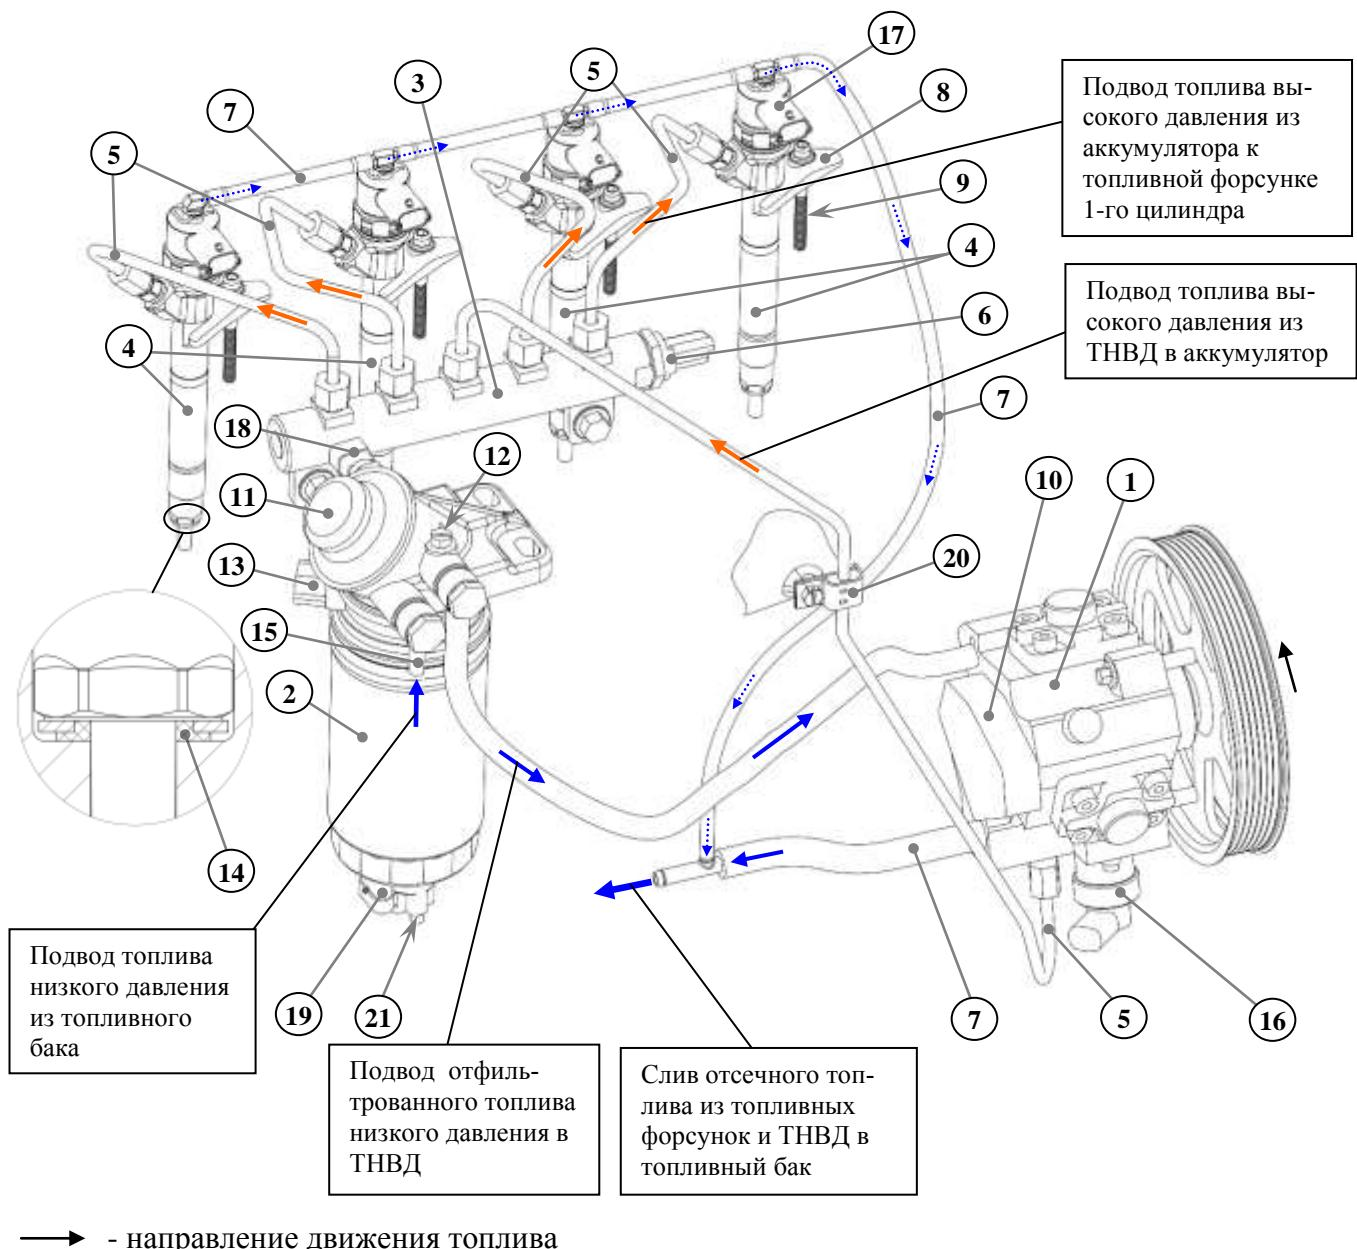
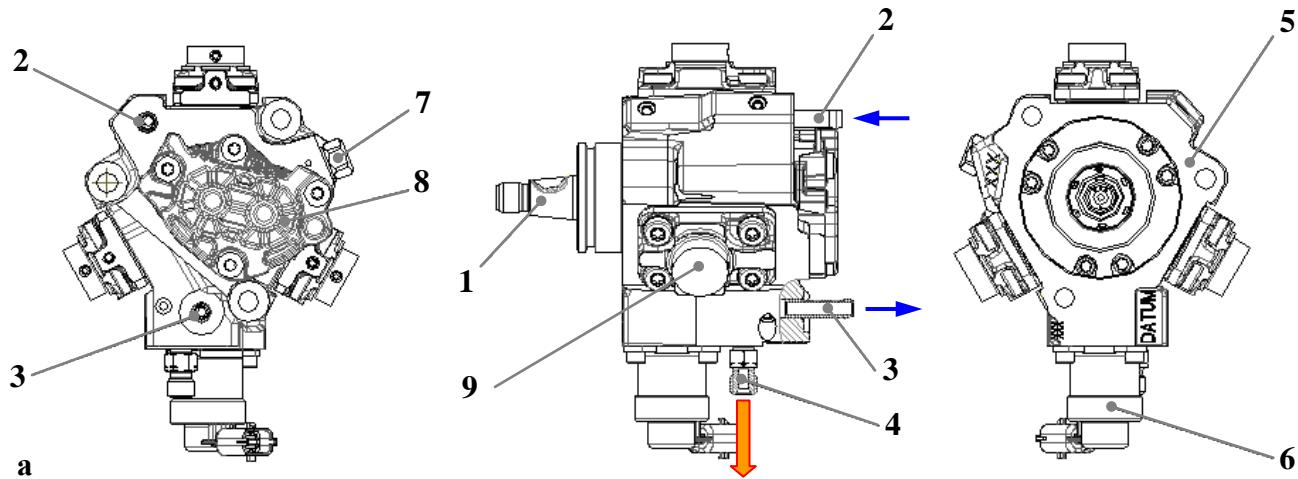
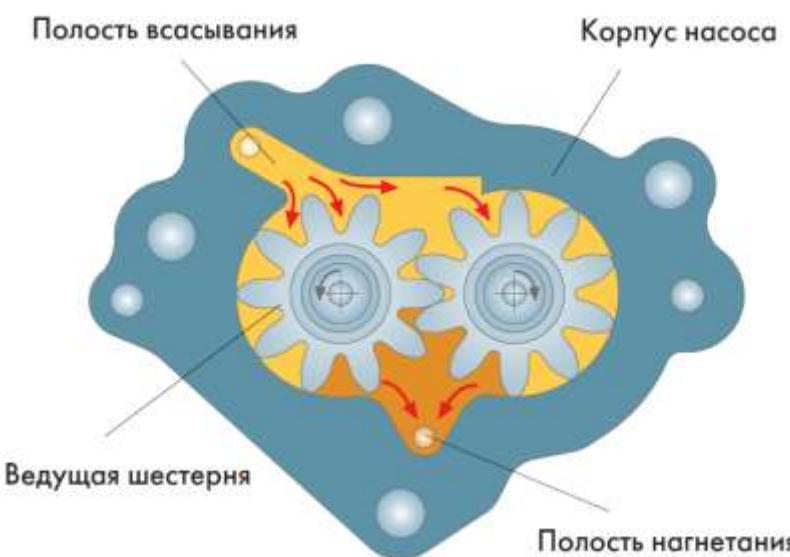

Рис. 52. Схема системы топливоподачи, относящейся к двигателю.
Рис. 53. Топливный насос высокого давления BOSCH типа CP1H:
Рис.55. Устройство шестеренного топливоподкачивающего насоса ТНВД BOSCH CR1H [6].
Топливо под действием разрежения, создаваемого встроенным в ТНВД шестеренчатым топливоподкачивающим насосом низкого давления 10, поступает из топливного бака через фильтр тонкой очистки топлива (ФТОТ) (рис. 52) в топливный насос высокого давления (ТНВД) 1.
**Топливный насос высокого давления (ТНВД) BOSCH CP1H** (рис. 53) радиально-плунжерного типа со встроенным шестеренным топливоподкачивающим насосом 8. Нагнетание топлива осуществляется тремя плунжерами в одну полость высокого давления. Регулирование расхода топлива происходит посредством дозирующего электромагнитного клапана 6 по сигналу из блока управления двигателем. Преимущество этого способа заключается в повышении энергетического к.п.д. системы. Благодаря этому снижаются затраты мощности на привод ТНВД, и уменьшается нагрев топлива.
**Шестеренный насос 8** (рис.53) является механическим топливоподкачивающим насосом. Этот насос повышает давление поступающего из ФТОТ топлива до уровня, которое необходимо для обеспечения работы ТНВД на всех режимах работы двигателя. Шестеренный насос установлен непосредственно на ТНВД и приводится от приводного вала ТНВД 1 (рис.53).
В корпусе шестеренного насоса расположены две шестерни, вращающиеся в противоположных направлениях (рис.55). Одна из этих шестерен соединена с ведущим валом ТНВД 1 (рис.53). При вращении шестерен находящееся в объемах между зубьями топливо транспортируется вдоль внутренних стенок насоса в направлении к полости нагнетания (рис.56 и рис.57). Далее топливо направляется в корпус насоса высокого давления. Находящиеся в зацеплении зубья шестерен предотвращают возврат топлива в полость всасывания.
**Дозирующий электромагнитный клапан 6** (рис. 53) установлен и закреплен на корпусе ТНВД. При отсутствии подачи напряжения – находится в закрытом состоянии, перекрывая подачу топлива в плунжерные секции ТНВД. Требуемую величину давления топлива в аккумуляторе 3 (рис.52) дозирующий клапан устанавливает путем изменения количества топлива поступающего к плунжерным парам. Излишки топлива отводятся по топливопроводу 7 (рис.52) в топливный бак.